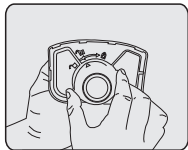

图5
- ★ 微压阀取下，将微压下盖逆时针旋转至“▲”对准微压上盖上的“☞”图示(如图5)，即可将微压上下盖分开；